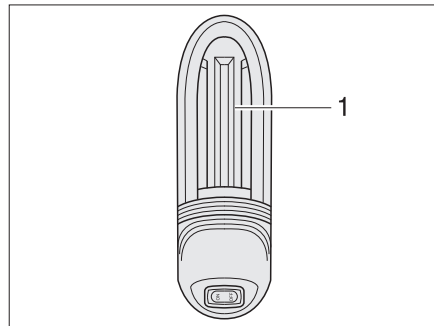

Bild 286 Garagenleuchte
- Leuchtenabdeckung (Bild 286,1) etwas nach oben schieben und abnehmen.